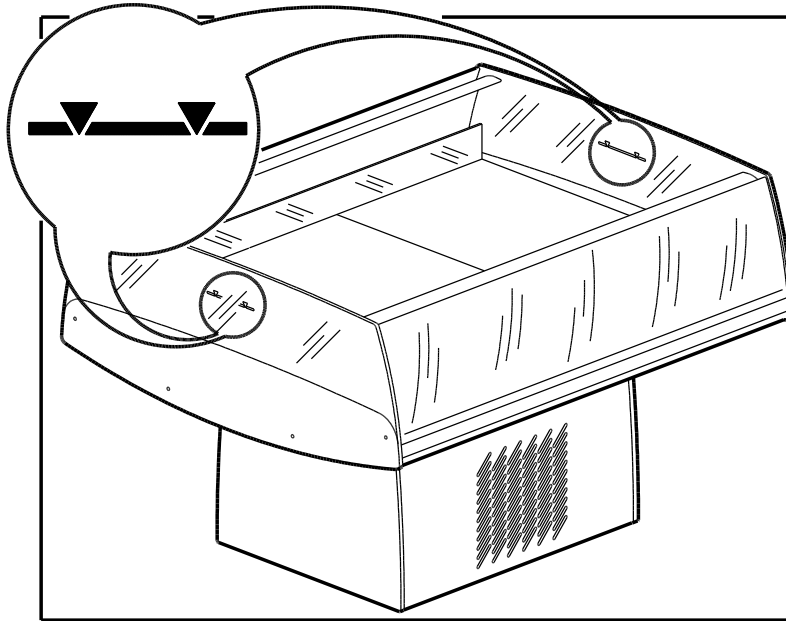

FIG. 12
- Non superare mai la linea di carico massimo riportata all'interno dell'isola (FIG. 12 pag. 5).